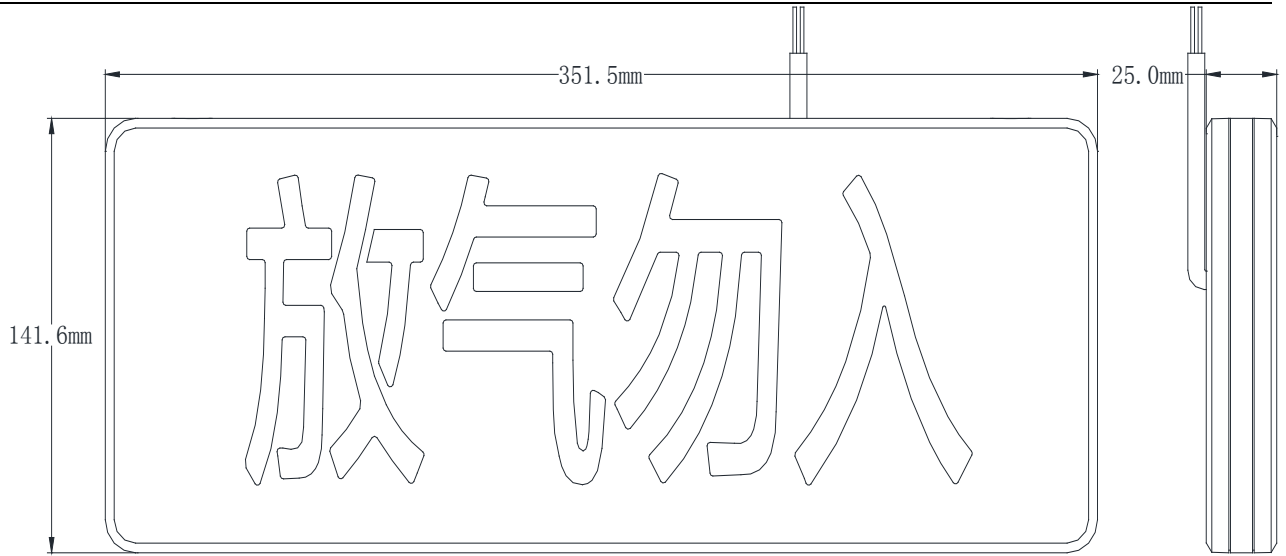
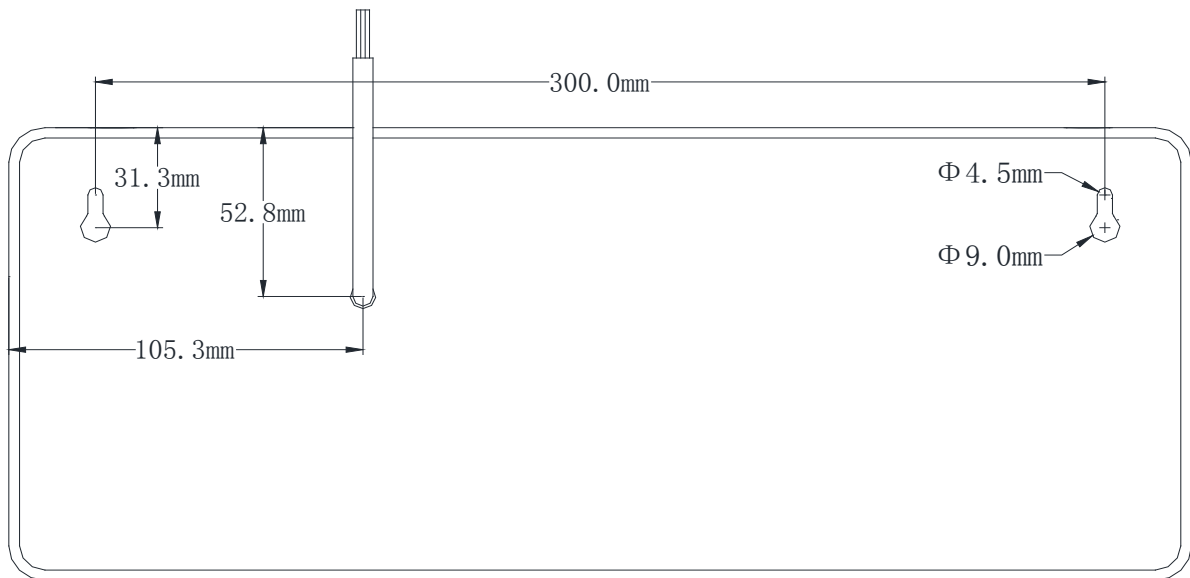

图 1 TX3317 外形示意图（正视）
图 2 TX3317 外形示意图（后视）
1. 气体释放警报器外形示意图（单位：mm），如下图 1、图 2 示：